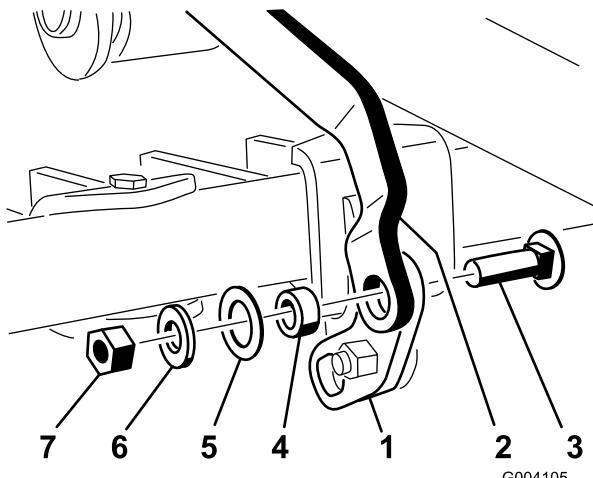

Figura 15
5. Con il gruppo del pedale di sollevamento piegato verso l'alto, montare il foro quadrato sull'aletta orientabile all'estremità dell'articolazione della barra porta-attrezzi utilizzando un bullone a testa tonda (3/8 x 1-1/4 pollici), un distanziale, una rondella (1 pollice), una rondella (13/16 pollice) e un dado di bloccaggio (3/8 pollice) come illustrato nella Figura 15.